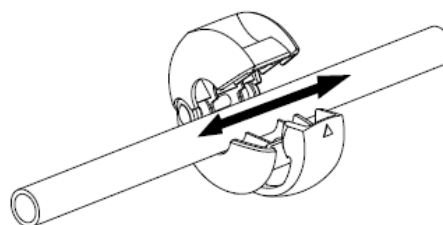

Fig. 4b
- Far scorrere il fermo del tubo lungo il tubo fino alla posizione desiderata (vedere Fig. 4b).